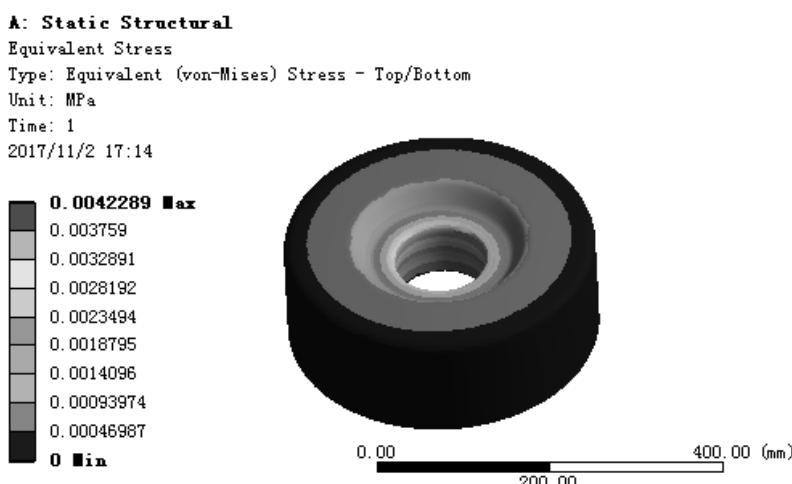

图 7.4.7 应力结果图解
(1) 求解分析。在顶部工具栏中单击 按钮求解分析。
(2) 查看应力结果图解。在“Outline”窗口中选中 Equivalent Stress，查看图 7.4.7 所示的总应力结果，其最小应力为 0MPa，最大应力为 0.0042289MPa。